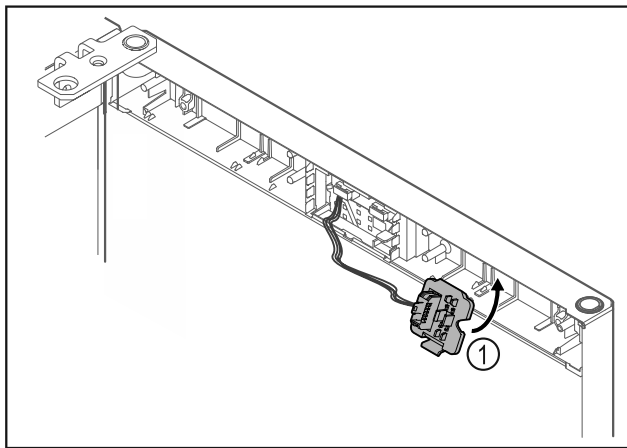

Fig. 16
- ▶ Innestare il porta-connettore Fig. 16 (1) sul lato opposto.